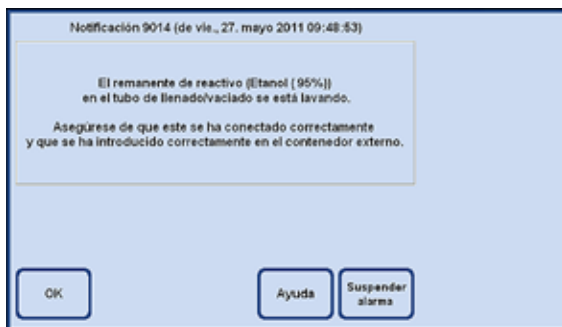

Fig. 172
- Cuando la estación seleccionada está llena de reactivo, aparece una ventana de indicación (fig. 172) en la que se notifica que el tubo para el llenado/vaciado sin contacto se limpiará soplando con aire.